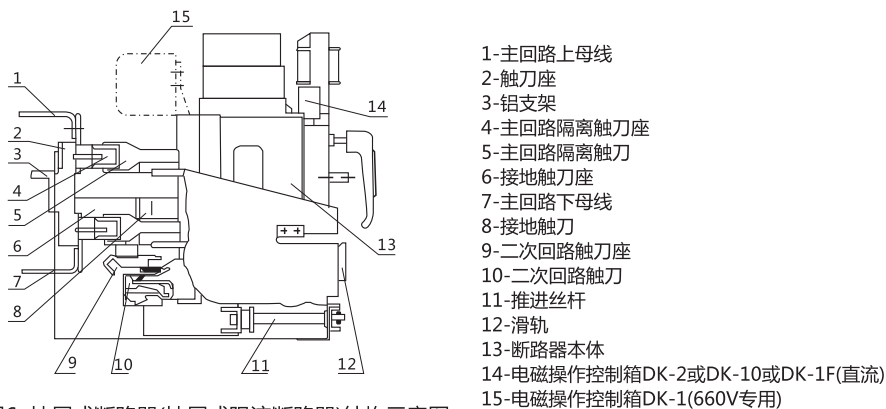

图6 抽屉式断路器(抽屉式限流断路器)结构示意图
6.1.2 DW15C抽屉式断路器(DW15C抽屉式限流断路器)由断路器(限流断路器)本体和抽屉座组成,其隔离触刀,二次回路动触头系统,接地触刀,支承导轨等零部件均固定在断路器(限流断路器)本体上,抽屉座由左右侧板、横梁、固定铝支架等组成,该支架上装有隔离触刀座、接地螺母,侧板上装有接地母线、二次回路静触头系统、滑轨、联锁导轨、指示装置等。抽屉座正下方装有螺旋杆式进退操作机构,操作手柄可自由装卸。抽屉式断路器(抽屉式限流断路器)结构图见图6。